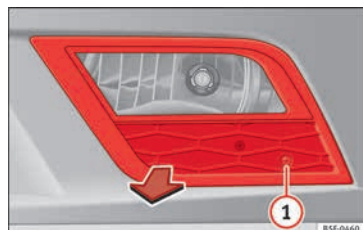

Abb. 95 Nebelscheinwerfer
- Entfernen Sie die Schraube » **Abb. 95** **①** mit einem Schraubendreher aus dem Gitter des Nebelscheinwerfers.